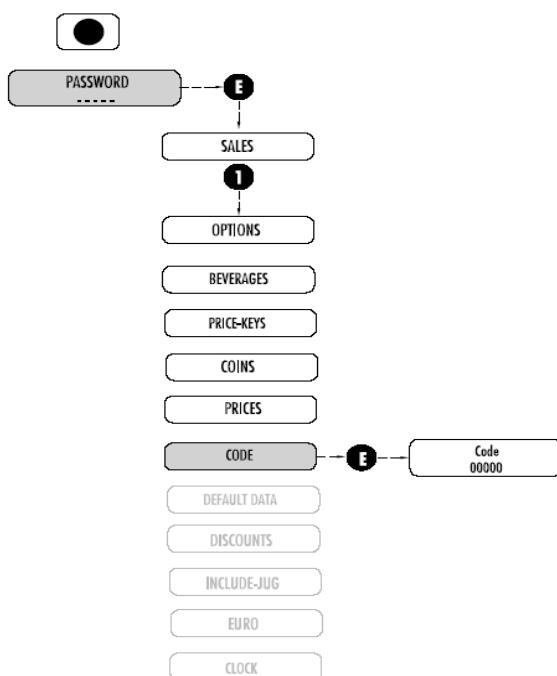

Рис. 7.12
7.2.9 СКИДКИ (Рис. 7.12)**Discount x**